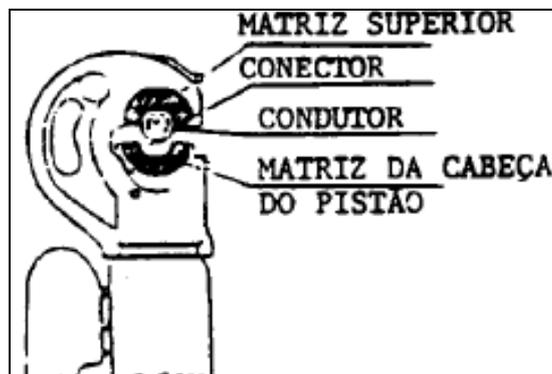

Figura 12 – Condutor e luva de emenda na área de compressão do alicate
- Introduzir a luva de emenda, com o condutor, na área de compressão do cabeçote de modo a apoiá-los na matriz superior do alicate, conforme a Figura 12;